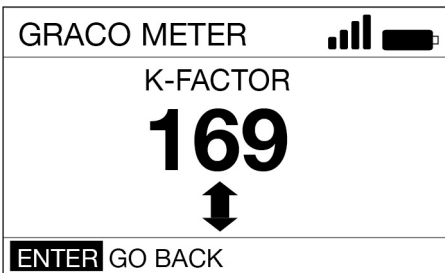

FIG. 26
8. Notez le FACTEUR K actuel affiché. Dans l'exemple illustré sur la FIG. 26 le facteur K est 169.